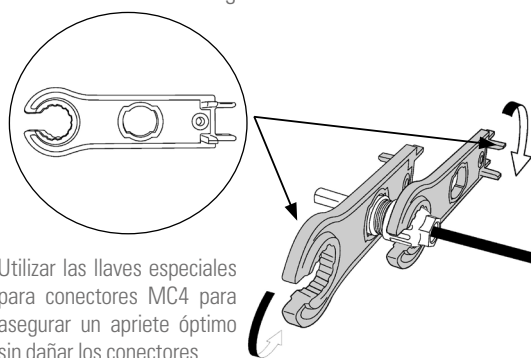

Fig. 40. Empleo llave de boca.
- f. Utilizar una llave de boca para atornillar la tuerca hasta el final y asegurarse de que el terminal esté bien sellado, como se muestra en la Fig. 40: